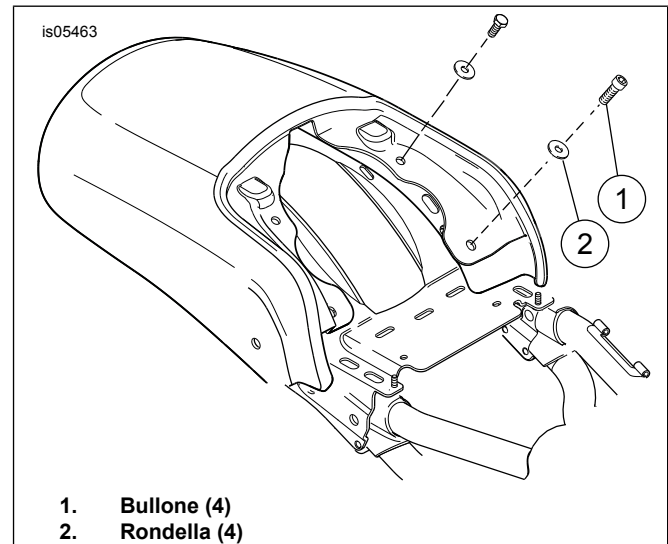

Figura 1. Bulloni di montaggio del parafango
1. Vedere Figura 1. Rimuovere i quattro bulloni di montaggio del parafango posteriore (1) e le rondelle (2). Se necessario, spostare l'ECM per accedere ai quattro bulloni di montaggio del parafango.
16. Vedere Figura 1. Installare i quattro bulloni di montaggio del parafango (1) e le rondelle. Serrare ad una coppia di 20–26 N·m (15–19 ft-lbs).